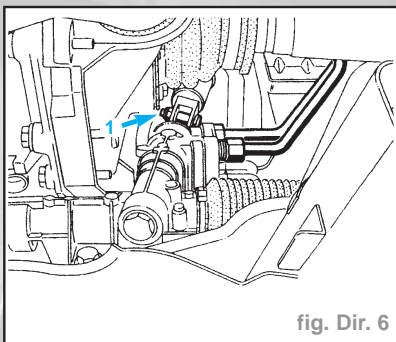

fig. Dir. 6
- Déposer l'écrou et la vis à came de la chape rabattable (fig. Dir. 6)